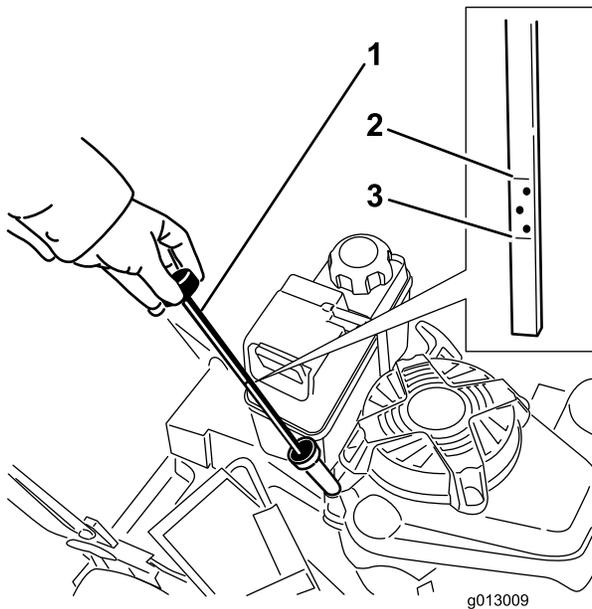

Figure 12
Avant chaque utilisation, vérifiez que le niveau d'huile se situe entre les repères maximum et minimum sur la jauge (Figure 12).
3. Dévissez le bouchon et sortez la jauge (Figure 12).
6. Observez le niveau d'huile indiqué par la jauge (Figure 12).